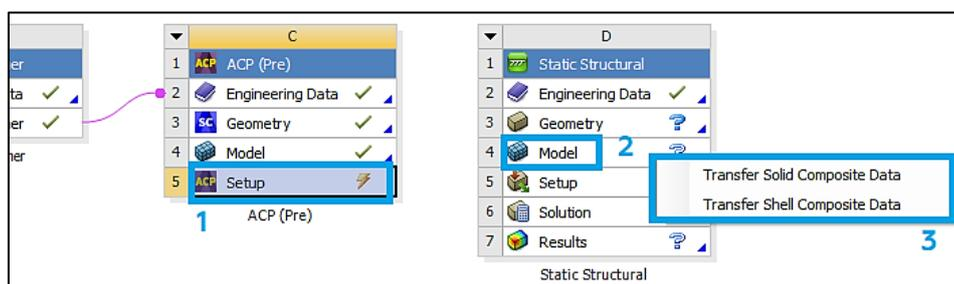

Рис. 28. Импорт данных в Static Structural
14. Жажимаем ЛКМ блок *Setup* (1) в модуле *ACP (Pre)* и перетаскиваем его на блок *Model* (2) в модуле *Static Structural*. После этого появляется окно с двумя вариантами (рис. 28): первый переместит твердотельную модель (есть возможность анализировать каждый слой выбранного сегмента, но может понадобится повторно создать контактные области), а второй переместит тонкостенную оболочку (нет возможности анализировать каждый слой отдельно). После выбора первого варианта нажимаем ПКМ на *Setup* (1) в модуле *ACP (Pre)* и выбираем *Update*.